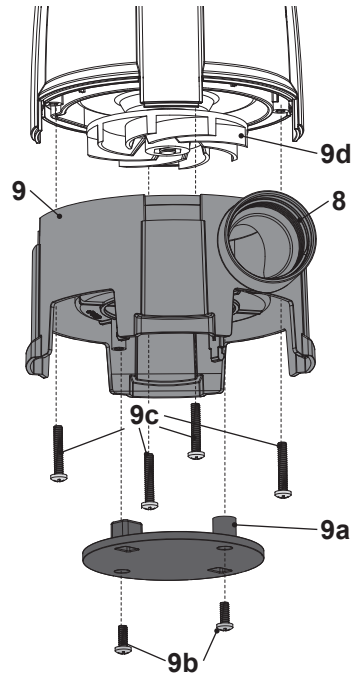

Fig. 7
Si se acumulan demasiados depósitos en la base, desmonte la base (9) del producto y limpie los componentes (Fig. 7).
1. Afloje los dos tornillos cortos (9b) en sentido contrario a las agujas del reloj con un destornillador adecuado y retírelos, luego retire la placa inferior (9a) de la base (9) desenganchando los dos sujetadores de plástico.
2. Afloje cuatro tornillos largos (9c) en sentido contrario a las agujas del reloj con un destornillador adecuado y retire los tornillos y las arandelas conjuntamente con la base (9).
4. Limpie la base (9), la placa inferior (9a) y la boquilla de salida (8) si es necesario.